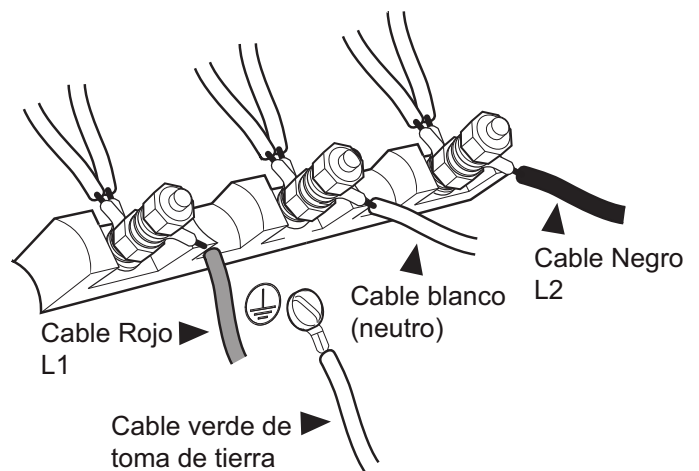

Figura 11: Conexión de cuatro cables
- Utilice una línea flexible de 3/4" entre el suministro de gas y la línea de suministro del aparato. La línea de suministro de gas está ubicada en la parte inferior derecha de todas las estufas. (*Figura 11*). La línea de suministro de gas del aparato es de tipo NPT 1/2".
4. Fije el cable neutro de toma de tierra del circuito de alimentación al contacto central de la caja de conexiones con una tuerca (vea la *Figura 11*).